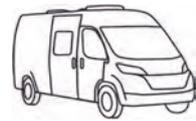

Bild 94 Radmuttern oder Radschrauben über Kreuz festziehen
- Radmuttern oder Radschrauben in der Reihenfolge, die in Bild 94 gezeigt ist, festziehen. Dazu einen Drehmomentschlüssel verwenden und das vorgeschriebene Anziehdrehmoment einhalten (siehe Abschnitt 13.5).
- Radmuttern oder Radschrauben regelmäßig auf festen Sitz prüfen. Radmuttern oder Radschrauben eines ausgewechselten Rades nach 50 km nachziehen. Dabei in der Reihenfolge vorgehen, die in Bild 94 gezeigt ist.
- Wenn neue oder neu lackierte Felgen verwendet werden, die Radmuttern oder Radschrauben zusätzlich nach ca. 1000 bis 5000 km nachziehen. Dabei in der Reihenfolge vorgehen, die in Bild 94 gezeigt ist.